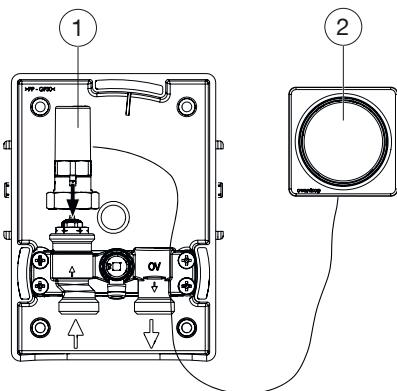

Fig. 9: Montage de la tête thermostatique avec commande à distance
- Visser le piston de commande (voir Fig. 9 en page 40 (1)) sur le robinet. Diriger le tuyau capillaire vers le bas.